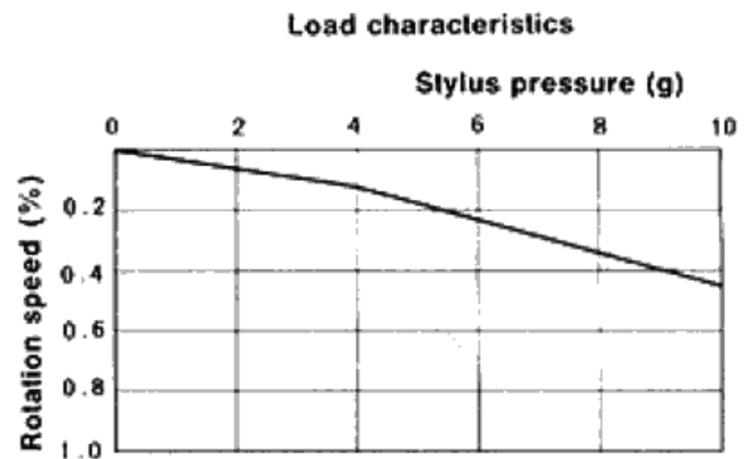

Fig. 17
■ LOAD CHARACTERISTICS (Fig. 17)